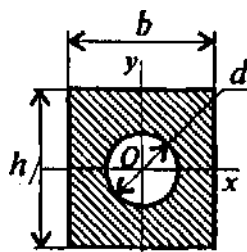

Рис. 1
4. Какая из приведенных формул для определения J_x подойдет для сечения, изображенного на рис. 1?